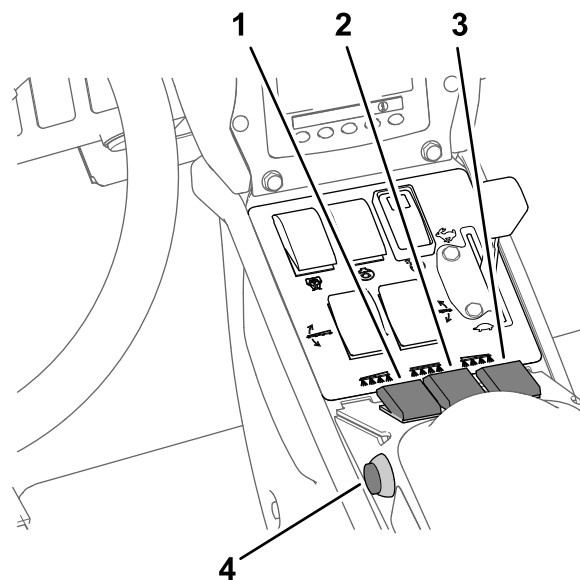

Figure 41
- Placez le(s) interrupteur(s) de section en position ACTIVÉE (Figure 41).
- Conduisez à la vitesse voulue, puis réglez la commande générale des sections en position MARCHÉ pour commencer la pulvérisation (Figure 41).
3. Placez la commande générale des sections en position ARRÊT; voir Figure 41 sous Pulvérisation en mode débit d'application (page 38).
7. Placez les interrupteurs des sections individuelles en position ACTIVÉE; voir Figure 41 sous Pulvérisation en mode débit d'application (page 38).
9. Conduisez à la vitesse voulue puis réglez la commande générale en position MARCHE pour commencer la pulvérisation; voir Figure 41 sous Pulvérisation en mode débit d'application (page 38).